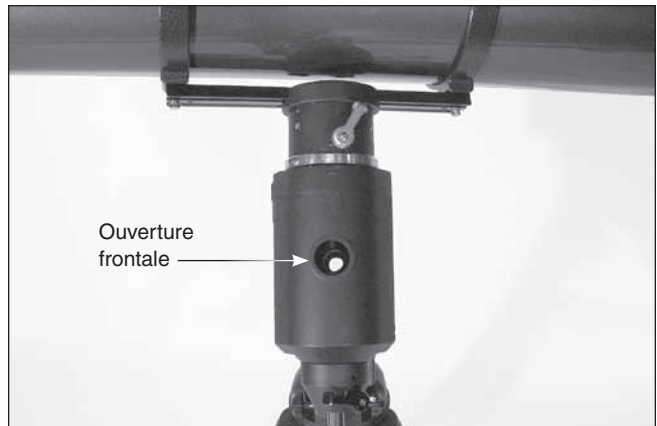

Figure 12. Faites pivoter l'axe de déclinaison jusqu'à ce que le trou dans l'axe de déclinaison s'aligne avec l'ouverture frontale du boîtier.
1. Desserrez le levier de verrouillage de la déclinaison et pivotez le tube optique sur l'axe de déclinaison jusqu'à ce que vous ayez une vision claire dans le chercheur polaire (**Figure 12**). Resserrez le levier de verrouillage de la déclinaison.
3. Desserrez le levier de verrouillage de la déclinaison et tournez le tube optique jusqu'à ce que le trou dans l'axe de déclinaison soit aligné avec l'ouverture frontale du boîtier (**Figure 12**), et vous ayez une vue claire et dégagée dans le chercheur polaire. Resserrez ensuite le levier de verrouillage de la déclinaison.